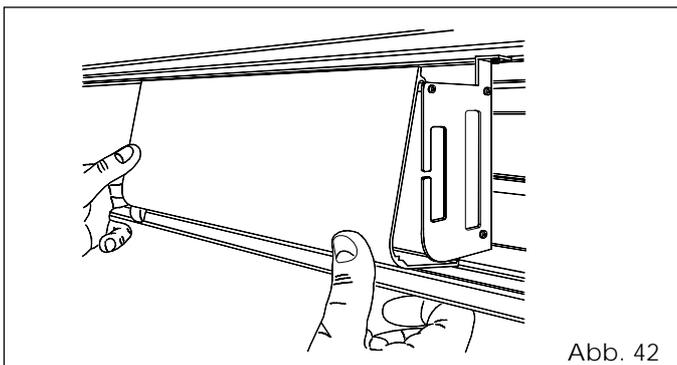

Abb. 42
- Um den Schutzdeckel wieder anzubringen, auf dem oberen Teil einhaken und dann laut Darstellung in Abb. 42 mit Druck befestigen.